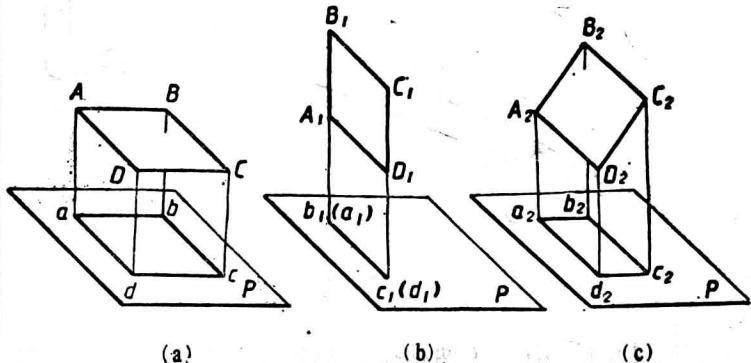

图 1-5 平面的投影特性
空间平面相对投影面也有三种情况——平行、垂直，倾斜（图1-5）。
(1) 平面与投影面平行——投影反映真实形状〔图1-5(a)〕。
(2) 平面与投影面垂直——投影积聚成一条直线〔图1-5(b)〕。
(3) 平面与投影面倾斜——投影形状为缩小了的平面形的类似形〔图1-5(c)〕。